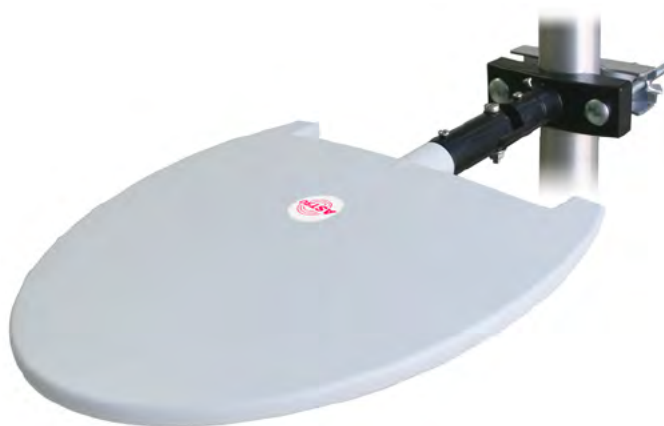

Bild 1: DVB-T Antenne ADO 3
- ☐ ADO-3 Antenne (siehe Bild 1, unten)